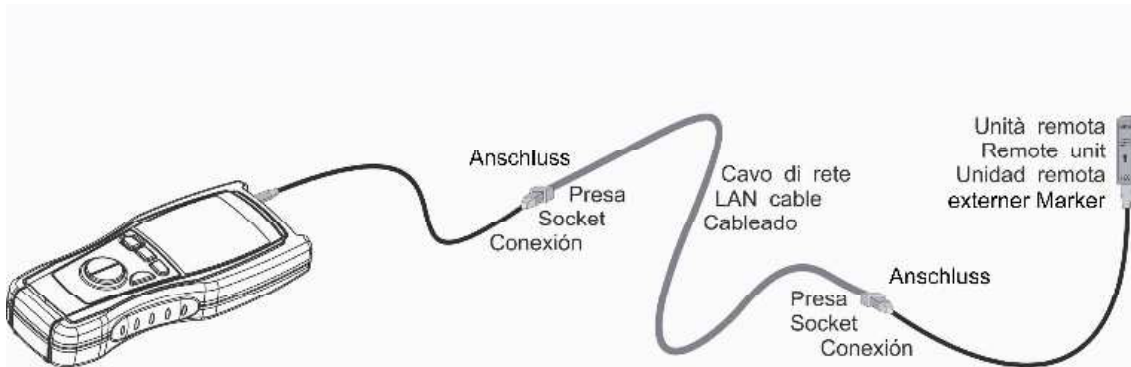

Abb. 7: Verbindung der Anschlüsse des Geräts beim LAN Test
4. Verbinden Sie das getestete Kabel mit dem MULTITEST 75 und zur Remote-Unit, falls notwendig mit Zwischenkabeln (siehe Abb. 7)